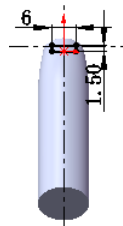

图 3.31.9 草图 4
Step8. 创建图 3.31.9 所示的草图 4。选择下拉菜单 **插入(I)**  **草图绘制** 命令，选
取基准面 3 作为草图基准面，绘制图 3.31.9 所示的草图。